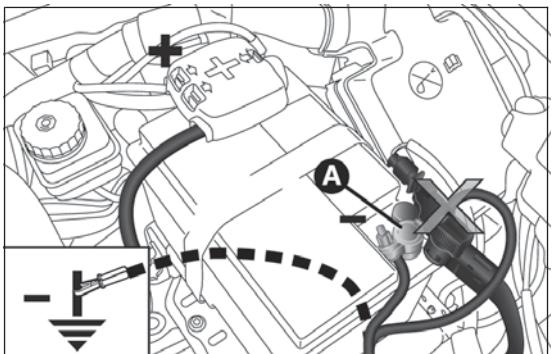

fig. 153
- collegare i morsetti positivi (segno + in prossimità del morsetto) delle due batterie con un apposito cavo fig. 153;